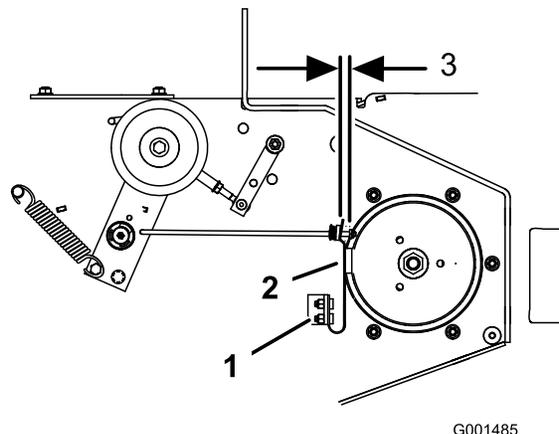

Figura 58
contro entrambi i lati della gola della puleggia (Figura 58).
4. Regolate il dado all'estremità dell'asta del freno delle lame fino a ottenere una distanza di 3-5 mm tra il dado e il distanziale (Figura 58).